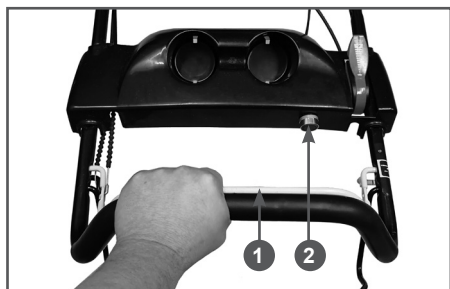

Рис. 19 Запуск двигателя
3. Встаньте позади газонокосилки.левой рукой прижмите рычаг 1 остановки двигателя к рабочей рукоятке и удерживайте его, а пальцем правой руки нажмите на кнопку 2 включения электрического стартера (Рис. 19).
4. Сразу после запуска двигателя отпустите кнопку 2 включения электрического стартера (Рис. 19).
3. Отпустите рычаг 1 остановки двигателя (Рис. 19).
Для очистки травосборника от скошенной травы (Рис. 19) необходимо: